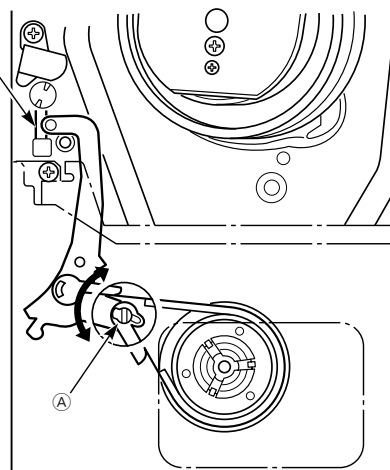

Fig. 9.1
- Bremsbandjustage teil A so einstellen, dass sich das Ende des Hebels (40100) zwischen den Markierungen auf dem Laufwerkchassis befindet (Fig. 9.1).